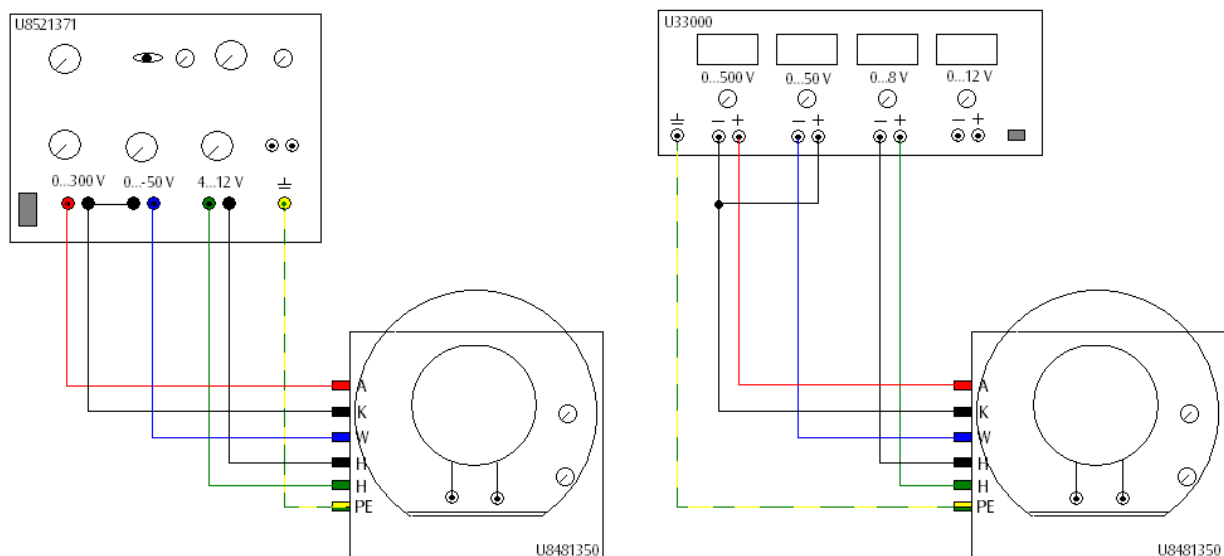

Fig.2 Desviación eléctrica de los electrones (izquierda: con fuente de alimentación U8521371, derecha: con fuente de alimentación U33000)
- Realice el cableado de acuerdo con la fig. 2.